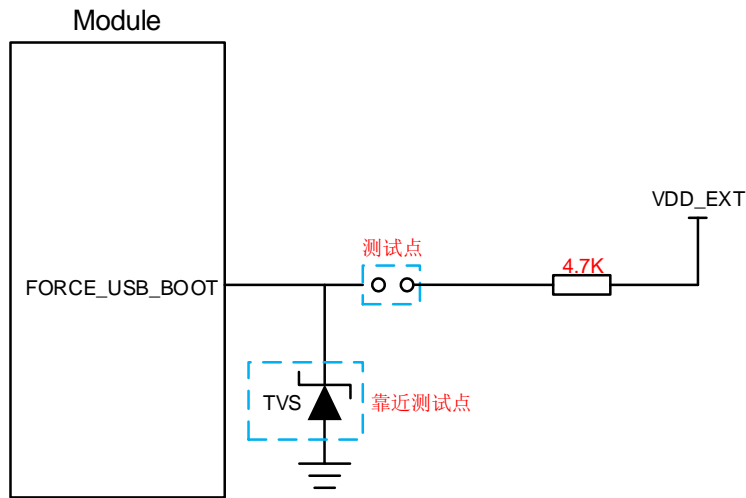

图 27: FORCE\_USB\_BOOT 接口参考设计电路
2. 使用 MCU 控制模块进入强制下载模式时按照如上时序图进行控制，在给模块 VBAT 上电前不建议上拉 FORCE\_USB\_BOOT 到 1.8V；手动强制下载方式按照图 27 所示短接测试点即可。